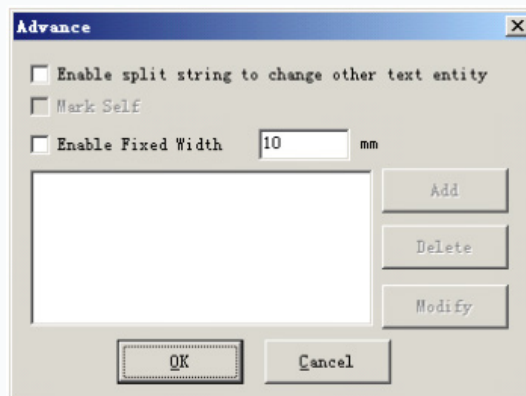

Figura 4-48 Cuadro de diálogo de función avanzada
Haga clic en "Avanzar" y se mostrará el cuadro de diálogo como se muestra en la Figura 4-48
3. Seleccione "Avanzar" y luego se mostrará el cuadro de diálogo como se muestra en la Figura 4-48.